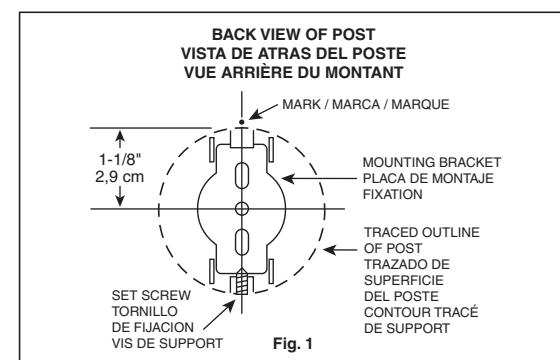
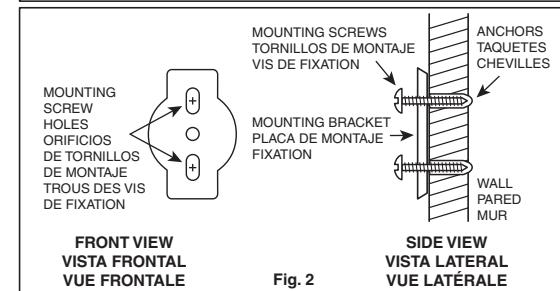

Fig. 1
Fig. 2
- Sitúe la pieza en la pared en la posición deseada y marque el centro de la parte superior, **Fig. 1**. Trace una línea vertical de 4,4 cm (1-3/4") desde la marca. Mida 2,9 cm (1-1/8") desde la marca hacia abajo y trace una línea horizontal de 4,4 cm (1-3/4"), **Fig. 1**. Coloque el centro del orificio de la placa de montaje en la intersección de esas líneas. Asegúrese de que la línea vertical esté en el centro de los orificios rectangulares. Marque el lugar de los tornillos en el centro de los orificios rectangulares, **Fig. 2**. Si instala sobre azulejo, trate que los agujeros queden sobre las líneas de unión del azulejo. Para taladrar a través del azulejo use una broca con punta de carburo de 0,6 cm (1/4") y use masking tape para evitar que la broca se resbale. Taladre huecos de 0,6 cm (1/4") de diámetro.
- Introduzca los taquitos de plástico hasta que estén a ras con la pared. Atornille la placa de montaje de hierro a la pared, **Fig. 2**. No apretarlo fuertemente los tornillos de montaje. **Nota:** El cartón de yeso o las puertas huecas podrán necesitar tornillos Molly o pernos de fiador (no incluido).
- Désignez l'endroit où vous voulez installer l'unité et faites une légère marque au-dessus du centre de l'unité, **Fig. 1**. Tracez une ligne verticale de 4,4 cm à partir de la marque. À 2,9 cm sous la marque, tracez une ligne horizontale de 4,4 cm, **Fig. 1**. Placez le trou du centre des fixations vis-à-vis l'intersection des lignes. Assurez-vous que la ligne verticale est au centre des trous ovales. Marquez la position des vis dans le centre des trous ovales, **Fig. 2**. Sur les carreaux de céramique, essayez de faire correspondre les trous de fixation avec un joint de coulis. Si vous devez percer les carreaux de céramique, appliquez du ruban-cache sur ceux-ci pour empêcher le foret de glisser. Utilisez un foret en carbure de 0,6 cm pour percer dans des carreaux en céramique. Percez des trous de 0,6 cm de diamètre.
- Enfoncez les chevilles de plastique dans le mur pour que les têtes sont à ras le mur. Vissez le fixation de métal au mur, **Fig. 2**. Ne trop serrez pas les vis de fixation. **Note:** Des boulons "molly" ou à ailettes seront peut-être nécessaire pour l'installer sur du panneau de gypse ou une porte creuse (non compris).
- Locate the unit on the wall where desired and mark the top center of the unit, **Fig. 1**. Draw a 1-3/4" vertical line from the mark. Measure 1-1/8" down from the mark and draw a 1-3/4" horizontal line, **Fig. 1**. Position the center hole of the mounting bracket over the intersection of the lines. Be certain that the vertical line is in the center of the oblong holes. Mark the screw locations in the centers of the oblong holes, **Fig. 2**. On ceramic tile, try to locate the mounting hole locations on a grout line. If mounting into ceramic tile, place masking tape on the mounting area before marking the location to prevent the drill bit from sliding across the tile. To drill through ceramic tile, obtain a 1/4" diameter carbide drill bit. Drill 1/4" diameter holes.